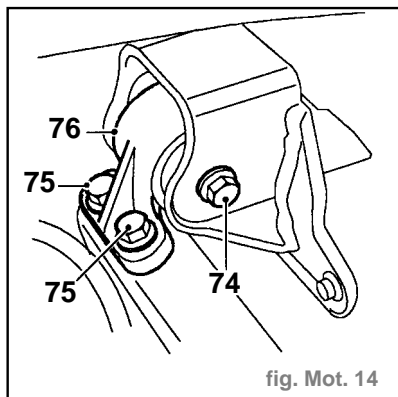

fig. Mot. 14
- Enlever 3 boulons (70) maintenant le support de Silentbloc sur le moteur.
- Enlever l'écrou (71) maintenant le support de fixation sur le Silentbloc moteur.
- Desserrer 2 écrous (72) maintenant la barre de retenue sur la caisse.
- Déposer le support de Silentbloc (73) du moteur.
- Enlever le boulon d'assemblage (74) maintenant le Silentbloc moteur gauche sur le support de la caisse (fig. Mot. 14)
- Enlever 2 boulons (75) maintenant le Silentbloc moteur sur le support de la boîte de vitesses.
- Déposer le Silentbloc moteur (76).
- Positionner le Silentbloc moteur gauche sur le support de fixation de la boîte de vitesses, installer les boulons et les serrer à **10 daN.m** (fig. Mot. 14).